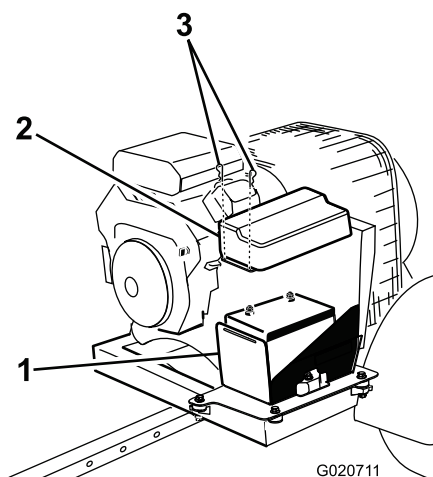

Figura 4
1. Rimuovete i ganci che fissano il coperchio della batteria alla cassetta (Figura 4). Rimuovete il coperchio dalla cassetta.